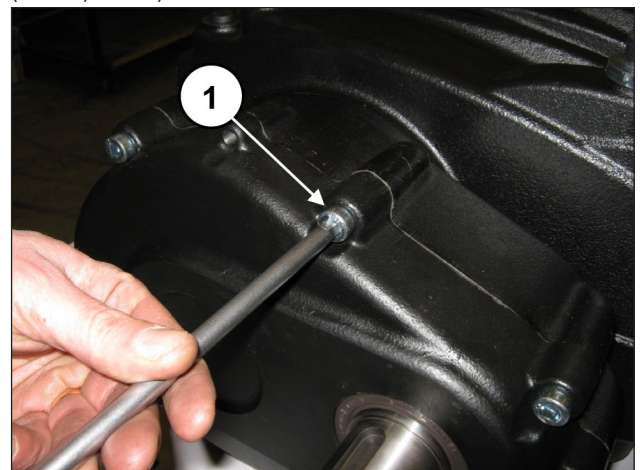

Abb. 4
Lösen Sie die Befestigungsschrauben des Getriebedeckels (Pos. ①, Abb. 4).